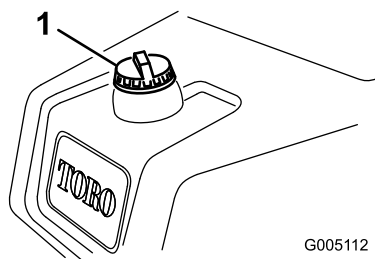

Рисунок 23
1. Очистите области вокруг крышки топливного бака и снимите ее (Рисунок 23).